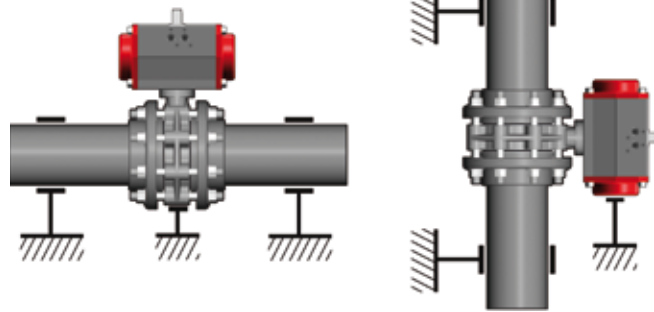

Fig. 1
- Le valvole motorizzate, devono essere adeguatamente supportate (vedi Fig. 1).
- Pour les vannes avec actionneurs en grands diamètres prévoir un supportage adéquat (voir fig. 1).
- Angetriebene Klappen sollten, richtig eingebaut werden (fig. 1).